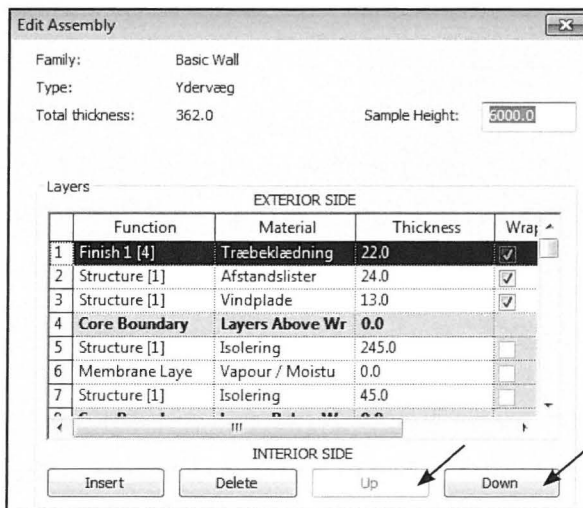

Fig. 05.40. Flyt på lagene med *Up*, *Down*.
- Flyt rundt på lagene ved at stå i et lag og klik på *Up* og *Down* (Fig. 05.40). Husk at rette isoleringstykkelsen til 245 mm.